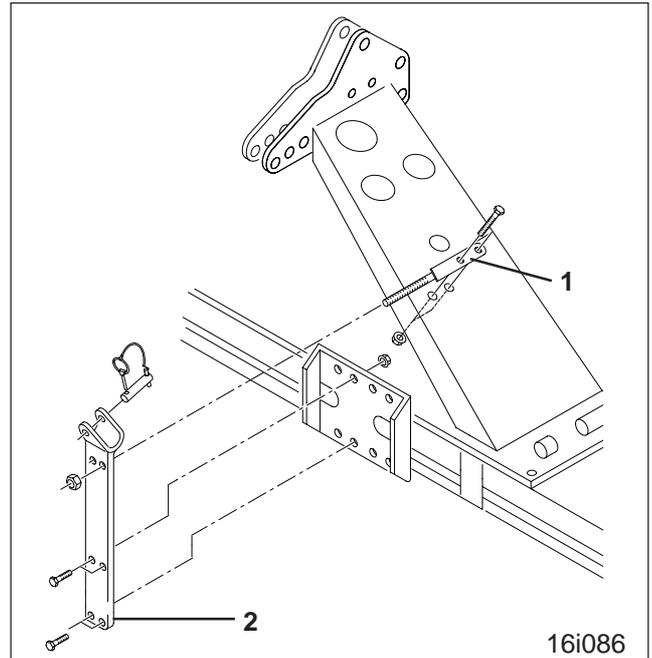
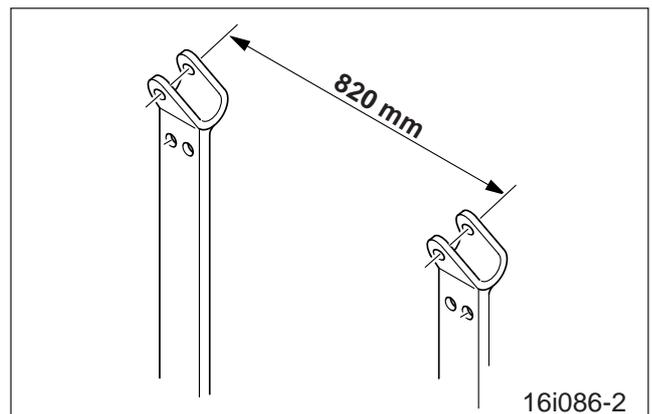

Fig. 6.1
Fig. 6.2
- Vissez sur la tête d'attelage de la herse rotative/du Cultimix, les deux tirants d'attache (fig. 6.1/1).
- Vissez les pièces d'accouplement (fig. 6.1/2) et reliez-les aux tirants d'attache (fig. 6.1/1). Respectez l'écartement entre les pièces d'accouplement (fig. 6.2) à savoir 820mm.